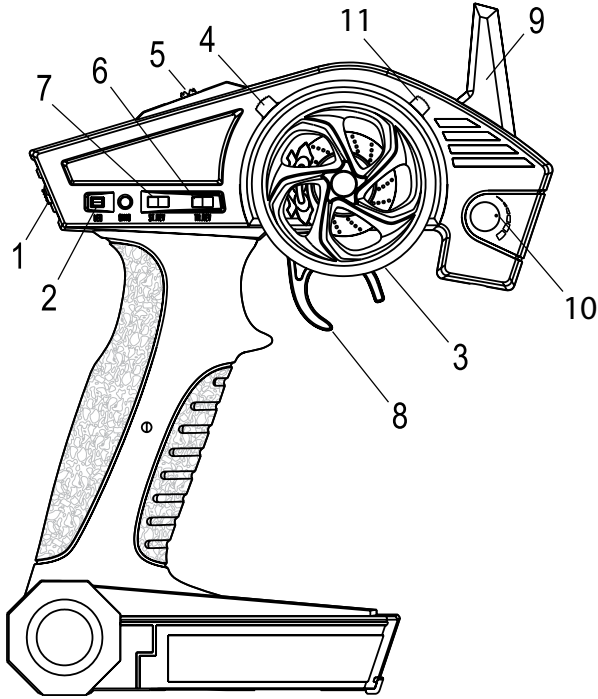

Bild 2
In Bild 2 ist auch die Sendeantenne (9) zu sehen. Die Antenne sollte im Fahrbetrieb möglichst nicht direkt Richtung Modell oder in den Boden zeigen, da sich hierdurch die Reichweite reduziert.